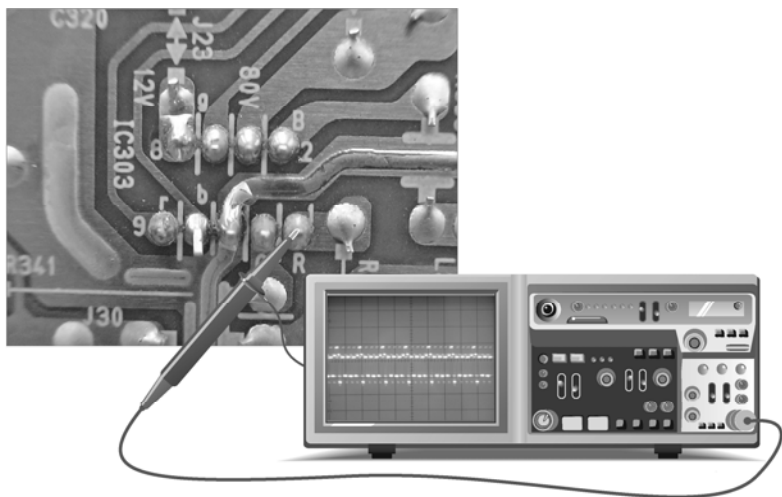

图 2-44 R 输出信号的检测
将示波器探头放到视频输出集成电路 LM2437T 的①脚上（引脚下方有 R 标识），对 R 输出信号进行检测。由于这个信号是放大的，需要调整示波器的调幅旋钮，具体操作及检测信号波形如图 2-44 所示。示波器的测量幅度设置为 5 V/DIV，R 输出信号的峰值大约为 20 V，这说明该信号输出是正常的。